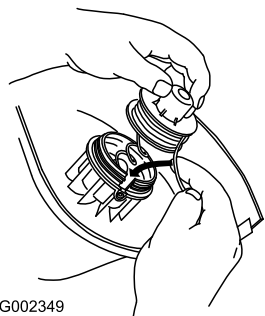

Figure 12
1. Saisissez le fil et la bobine, et introduisez la bobine dans la tête de coupe et le fil dans l'œillet (Figure 12).